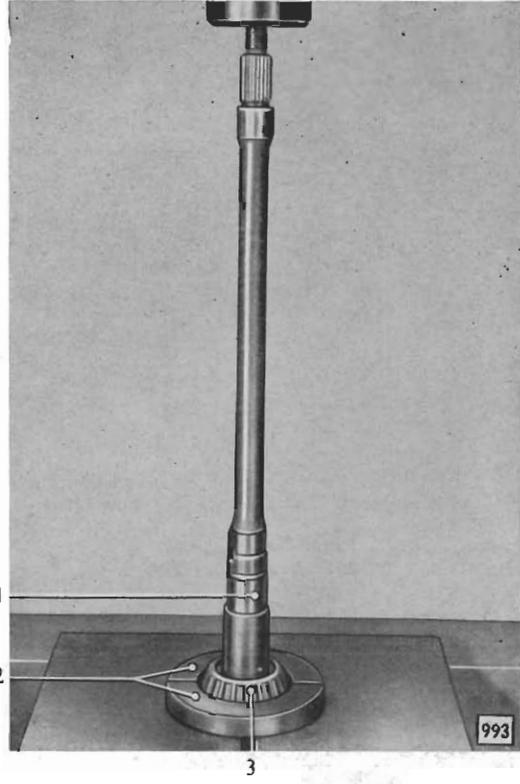

Bild 69 - Inneren Laufring mit Kegelkäfig des inneren Lagers vom Antriebkegelrad abdrücken
- 9. Inneren Laufring (69/3) mit Kegelkäfig des inneren Lagers mit geteiltem Abdrückring S-1205 (69/2) unter Presse vom Antriebkegelrad abdrücken (Bild 69). Dabei Antriebkegelrad mit dem geteilten Ring so auf die Platten des Pressentisches aufsetzen, daß der Zahnkopf des Kegelrades zwischen den Aussparungen in den Platten zu liegen kommt.